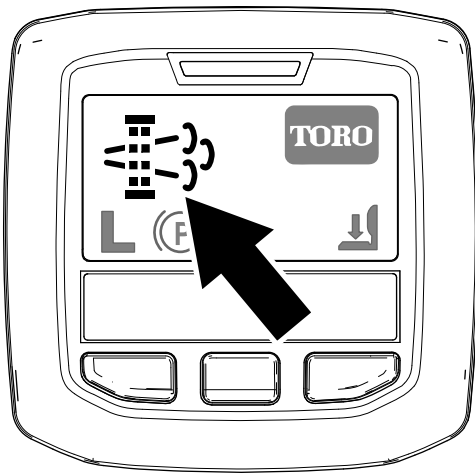

Figura 46
- El icono de regeneración con la máquina aparcada aparece en el InfoCenter (Figura 46).